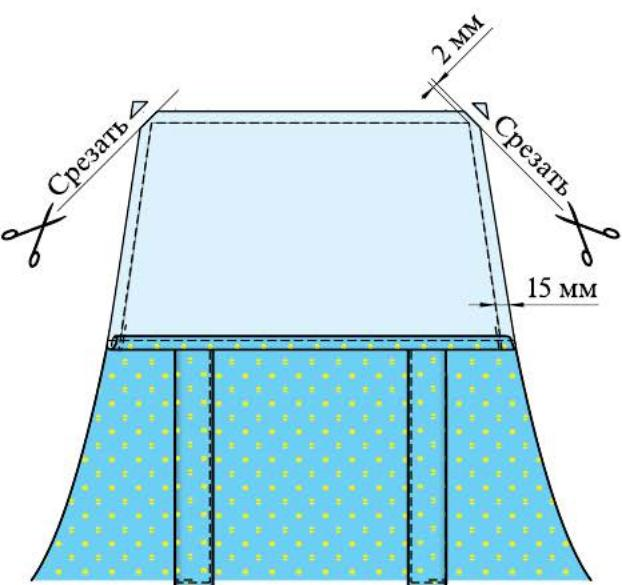

Рис. 6.49. Обработка нагрудника
3. Поверх бретелей наложите обтачку лицевой стороной вниз, совмещая контурные линии обтачки и нагрудника, приколите, **приметайте и обтачайте** по трём сторонам точно по контурной линии (машинную строчку проложите со стороны обтачки) шириной шва 15 мм (рис. 6.49). Перед обтачиванием удалите все булавки!
4. Удалите **СВН**, срежьте припуски шва в углах, не доходя 2 мм до строчки (см. рис. 6.49).